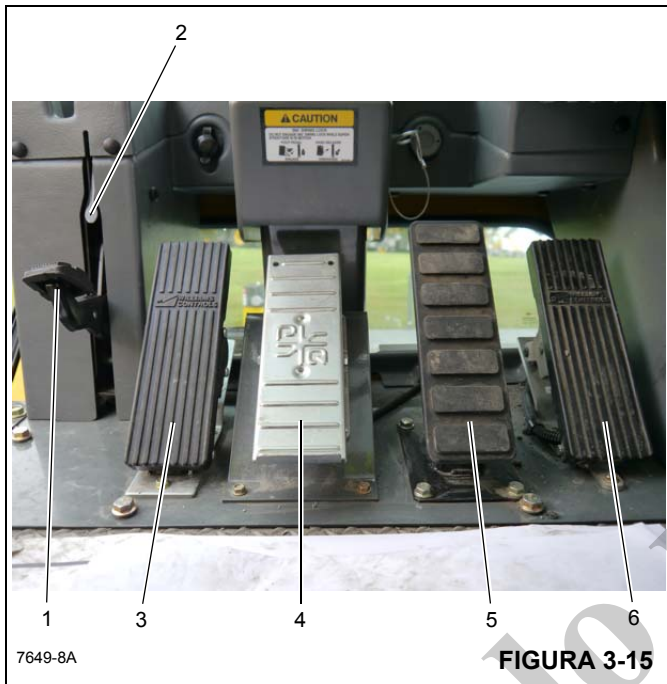

Figura 3-15 - Números de artículos
El pedal del bloqueo de giro en 360° (1) (Figura 3-15) se encuentra en el lado izquierdo del piso de la cabina de la grúa. El pedal se utiliza para activar el sistema de bloqueo de giro para evitar que la superestructura gire. Para soltar el bloqueo de giro, tire de la palanca de soltado del bloqueo de giro de 360° (2) hacia arriba.
El pedal del freno de giro (3) (Figura 3-15) se encuentra en el lado izquierdo del piso de la cabina. El pedal del freno de giro se usa para reducir la velocidad del movimiento de giro o detenerlo. La fuerza de frenado es proporcional a la distancia que se pise el pedal. Si no se pisa el pedal y se desengrana la válvula de control del freno de giro, se aplica presión hidráulica al freno, lo cual vence la tensión de su
El pedal de control de telescopización (4) (Figura 3-15), presente cuando la grúa está provista de malacate auxiliar, se encuentra en la parte central del piso de la cabina. Pise la parte superior del pedal para extender la pluma y la parte inferior del pedal para retraerla.
El pedal de frenos de servicio (5) (Figura 3-15) es el segundo pedal contado desde la derecha en el piso de la cabina. El pedal se pisa para regular la aplicación de los frenos de servicio.
El pedal del acelerador (6) (Figura 3-15) se encuentra en el lado derecho del piso de la cabina. Se usa para controlar la aceleración del motor, la cual aumenta o disminuye proporcionalmente según la presión aplicada al pedal. El pedal está conectado por medios eléctricos al módulo de control de la superestructura, el cual envía una señal a la unidad de control del motor por vía del enlace de datos J1939.